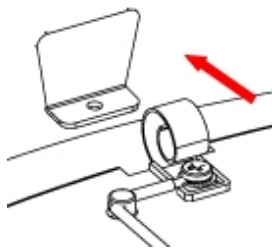

Abbildung 2
- Das Gehäuse vorsichtig abnehmen, da es durch eine Klemmleiste mit der Basis des Geräts verbunden ist, die beide Elemente (Gehäuse und Basis) an der Rückseite verbindet (Abb. 2).